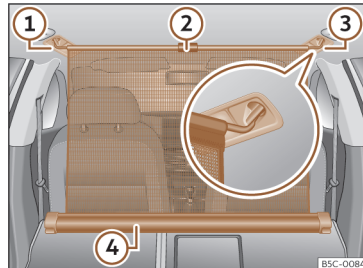

Fig. 135 În portbagaj: plasa de separare fixată pe poziție, cu spătelele banchetei rabatate.
- Trageți mânerul»» fig. 135 ② pentru a scoate plasa din casetă»» fig. 135 ④.
- Agățați plasa de separare în partea dreaptă sau stângă»» fig. 135 ③ (imaginea mărită).
- Agățați plasa de separare în locul de pe partea opusă»» fig. 135 ①, trăgând de tijă.
Plasa de separare este fixată corespunzător când capetele în formă de T sunt fixate bine în locașurile»» fig. 135 ③ și ④.
- Rulați plasa și introduceți-o în caseta »» fig. 135 ④, susținând-o cu mâna.